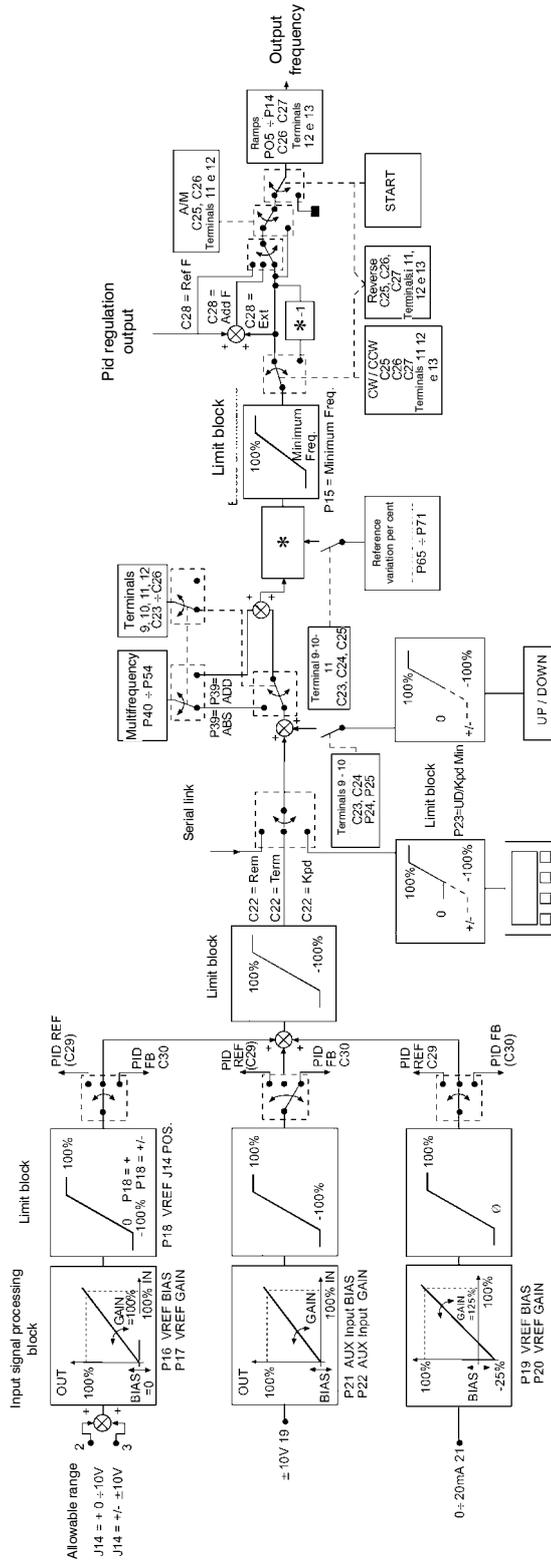

Рис. 2.2 – Блок-схема формирования главного задания для ПО IFD.
На рис. 2.2 показана блок-схема обработки входных сигналов и формирования задания частоты. Положение переключателей соответствует заводским установкам, наличию сигналов ENABLE (клемма 6) и START (клемма 7).
**ВНИМАНИЕ:** блок-схема на рис. 2.2 показывает, что диапазон частоты ограничен также командами, поступающими с клавиатуры и дискретных входов (Mlrf, UP/DOWN, VAR%) между значением параметра P15 (Minimum Freq) и FOMAX. В результате: